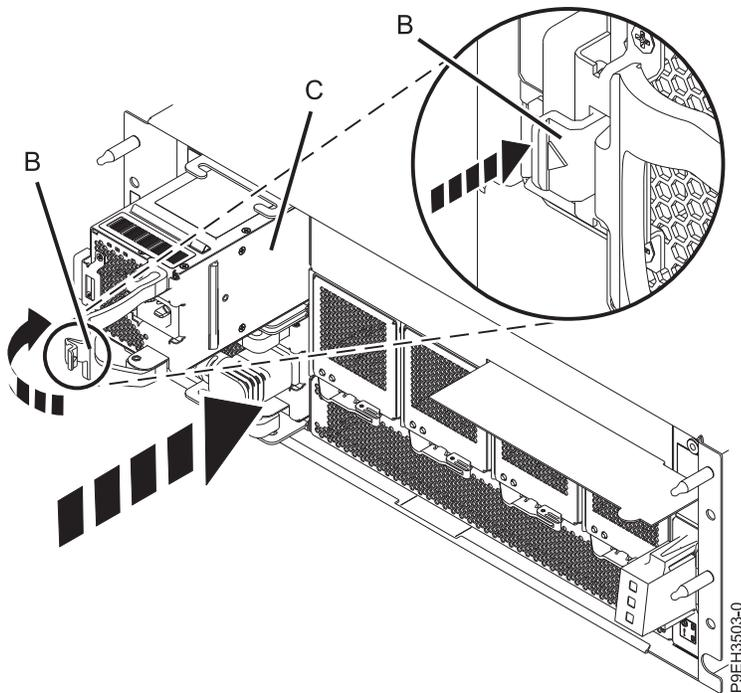

Abbildung 6. Netzteil im Einschub für EMX0-PCIe3-Erweiterungen austauschen
2. Halten Sie den Griff (**B**), stützen Sie gleichzeitig die Unterseite Ihres Netzteils (**C**) mit der Hand ab, richten Sie das Netzteil am Netzteilschacht aus und schieben Sie es an der richtigen Position ein. Siehe Abb. 6 auf Seite 6.
3. Drehen Sie den Griff **(B)** und drücken Sie ihn dann hinein, bis er einrastet (siehe Abb. 6).